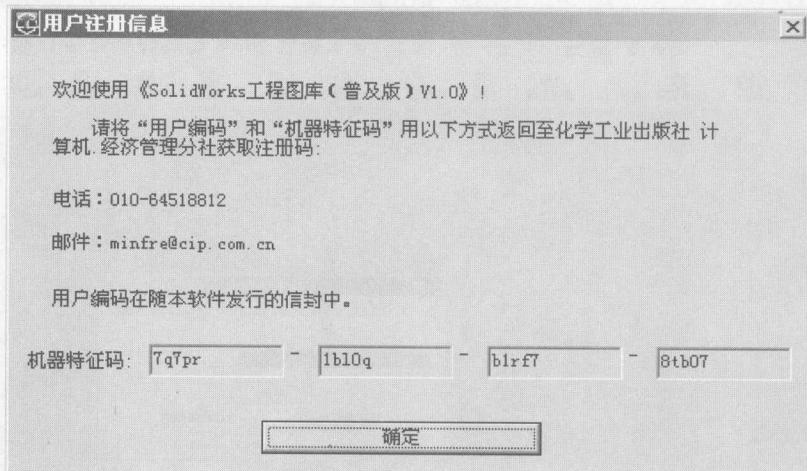

图 1-10 “用户注册信息”对话框
(9) 安装程序弹出“用户注册信息”对话框，如图 1-10 所示。
安装完成后,将如图 1-10 所示的机器特征码和随书发行的信封中的用户编码通过 E-mail (minfre@cip.com.cn)、电话 (010-64518812) 或传真 (010-64548821) 发送至化学工业出版社计算机·经济管理分社索取注册码,完成注册。